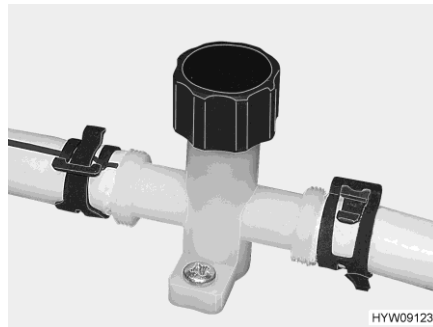
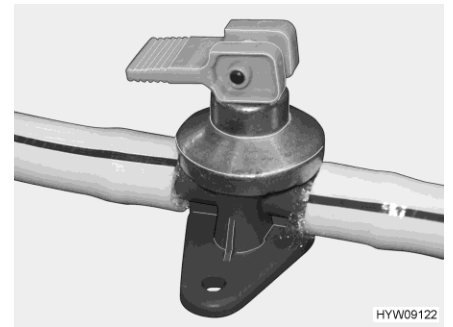

Fig. 177 Robinet de vidange (conduite d'eau)
Fig. 178 Robinet de vidange (chauffe-eau Alde)
- Fermer les robinets de vidange. Tourner pour cela le capuchon (Fig. 177) dans le sens des aiguilles d'une montre et le levier à bascule (Fig. 178) à l'horizontale.
- Ouvrir les robinets de vidange. Tourner pour cela le capuchon (Fig. 177) dans le sens inverse des aiguilles d'une montre et mettre le levier à bascule (Fig. 178) à la verticale.